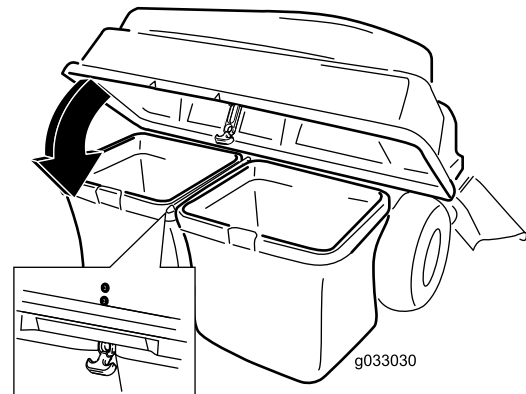

Figura 15
5. Baixe a parte superior do depósito de recolha para os sacos (Figura 15).